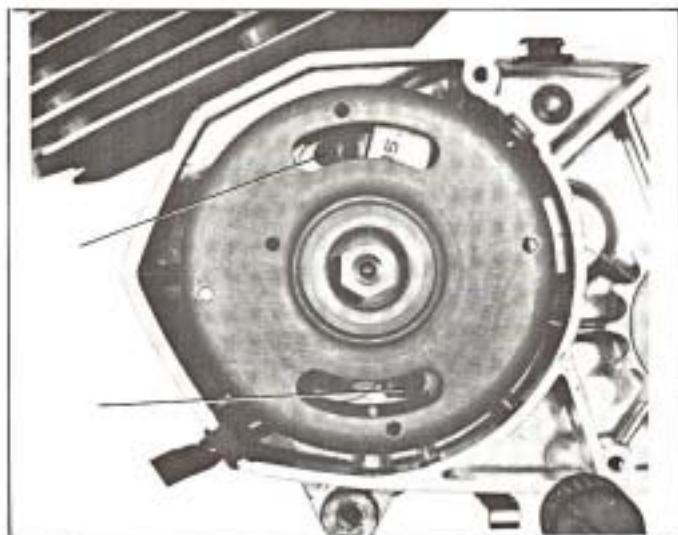

Fig. 11
- Tourner le rotor dans son sens de rotation jusqu'au pincement de la cale (sens de la flèche). Dans cette position le repère B du rotor et C du stator doivent coïncider. Sinon agir sur la plaque stator (figure 11).